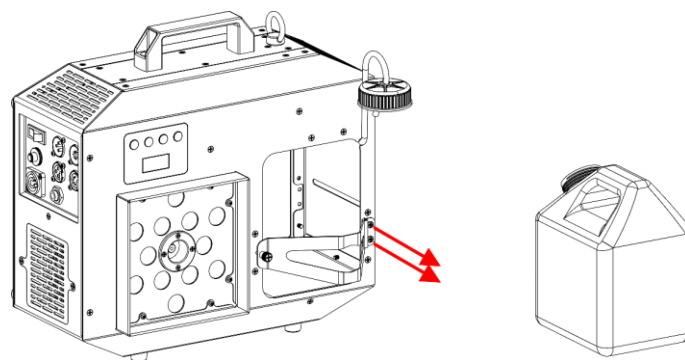

Fig. 11
06) Dévissez les 2 vis du support, comme indiqué sur la Fig. 11.